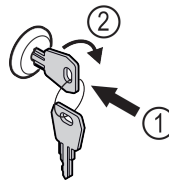

Fig. 92
- ▶ Sleutel erin duwen Fig. 92 (1).
- ▶ Sleutel 90° rechtsom draaien Fig. 92 (2).